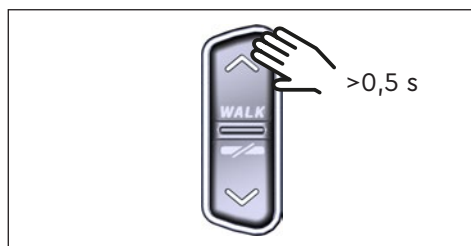

Fig. 9: Activación de la asistencia al pedaleo
- ▶ Cuando la e-bike esté parada, pulse el botón ARRIBA del Remote durante más de 0.5 s (véase Fig. 9) para activar la asistencia a la marcha.